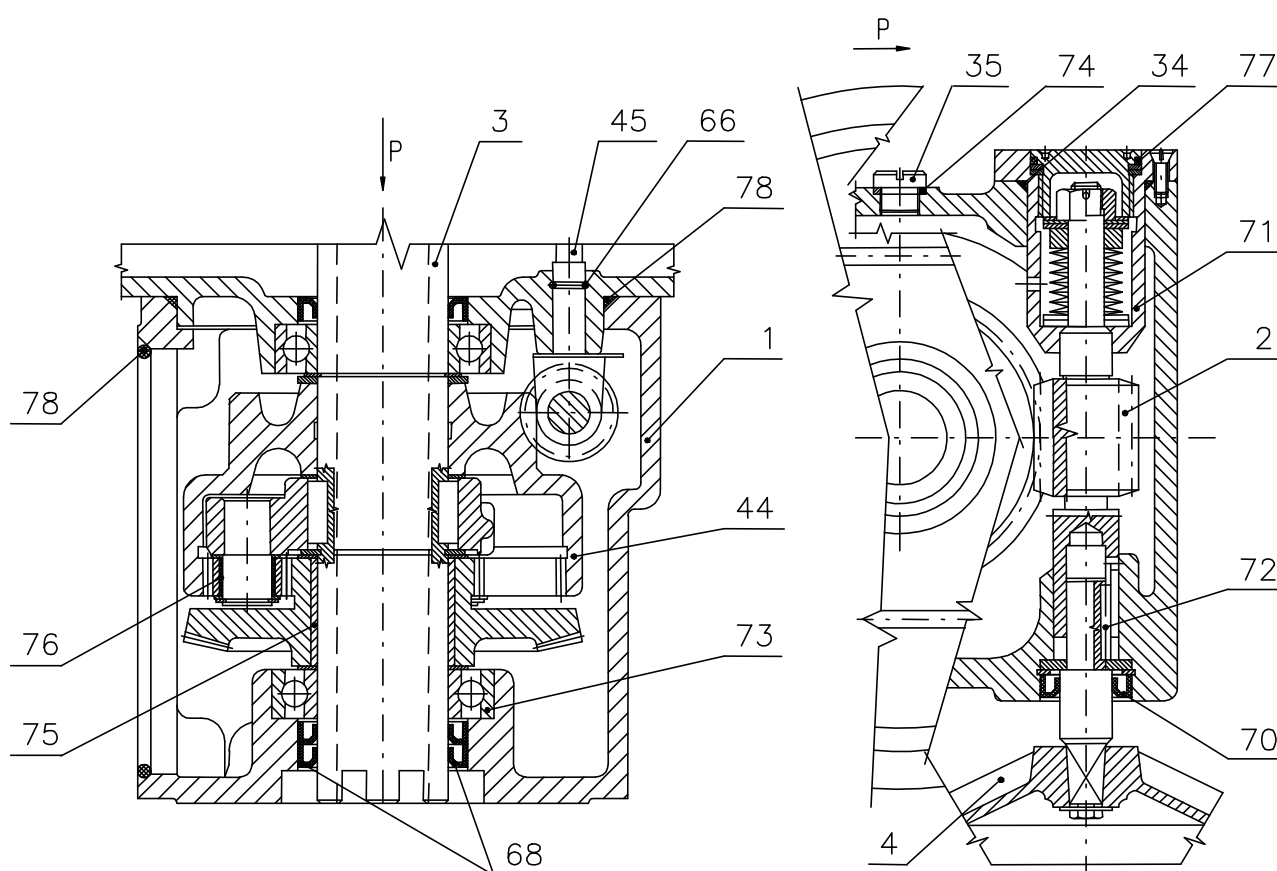
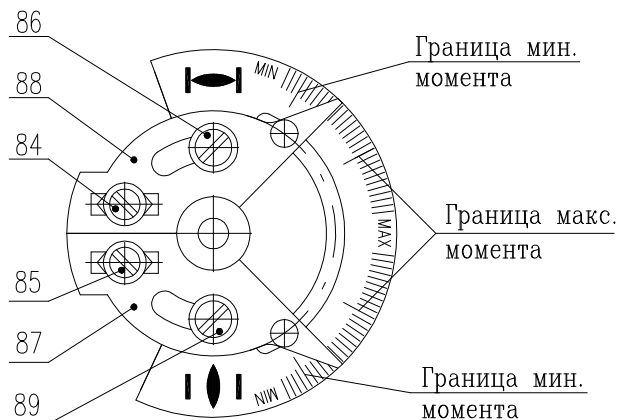

Рис. 2
Рис.4
### Модуль М3 – силовая передача с ручным управлением (рис.2)
**Моментное устройство (рис. 4 и 5)** состоит из трех функциональных единиц:
- моментное колесо (рис. 4)
**Моментное колесо (рис. 4)** укреплено на моментном валике (45), выходящем от силовой передачи (рис. 2). Угол поворота моментного колеса пропорционален крутящему моменту на выходном вале (3) ЭП. Его величина устанавливается перестановкой сегментов (17) и передвижением упоров (18). Достигнутая величина крутящего момента переносится от моментного колеса на моментное устройство (9) при помощи моментного рычажка (42).
Данный модуль трансформирует вращательное движение выходного вала (3), рис. 2, на прямоходное движение выходной тяги (83). Бронзовая соединительная гайка (84) с трапецевидной резьбой засунута в зубы выходного вала (3). Направляющая скоба (85) препятствует поворачиванию выходной тяги (83) и одновременно выполняет функцию указателя позиции. Указатели позиции “O” и “Z” размещены на несущих стойках ЭП (87).